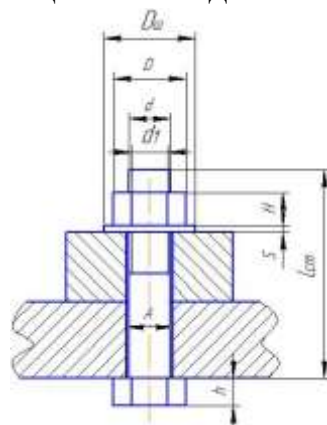

Рисунок 1 – Упрощенное соединение болтом
Для выполнения соединений резьбой необходимо знать несколько исходных данных:  $d$  – диаметр стержня,  $P$  – шаг резьбы,  $n$  – толщина одной детали,  $m$  – толщина второй детали. Остальные размеры находятся по условным соотношениям (смотри рисунок 1):
5. По расчетам выполняем упрощенное соединение болтом (смотри рисунок 1)